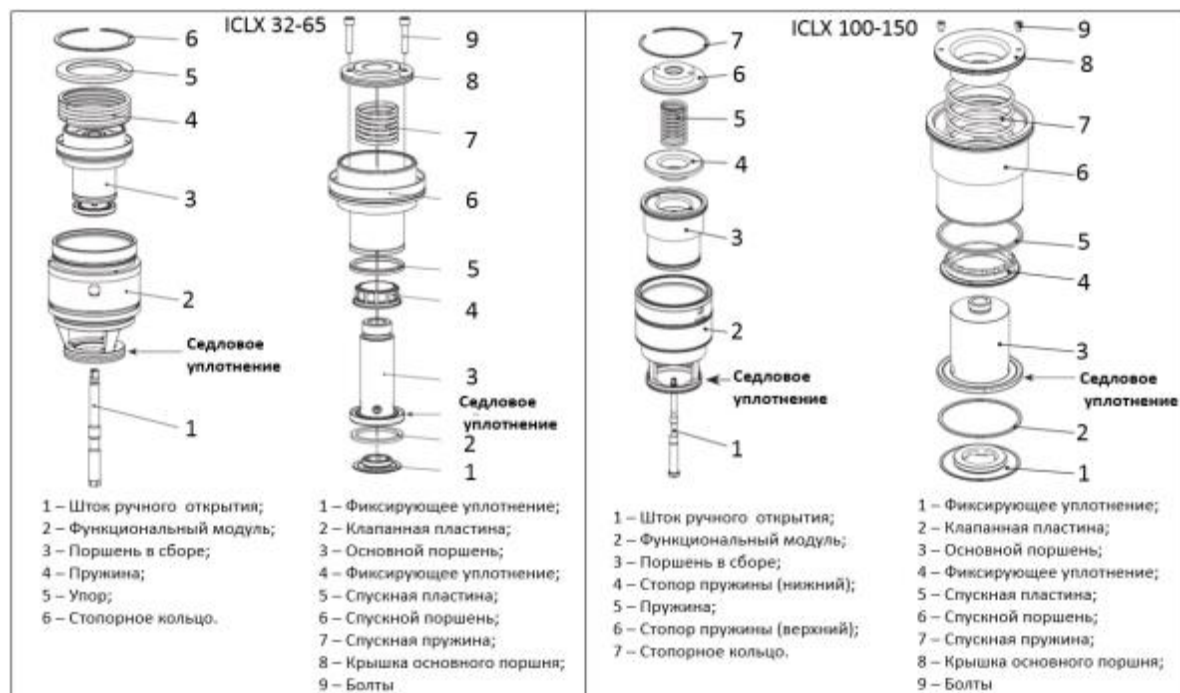
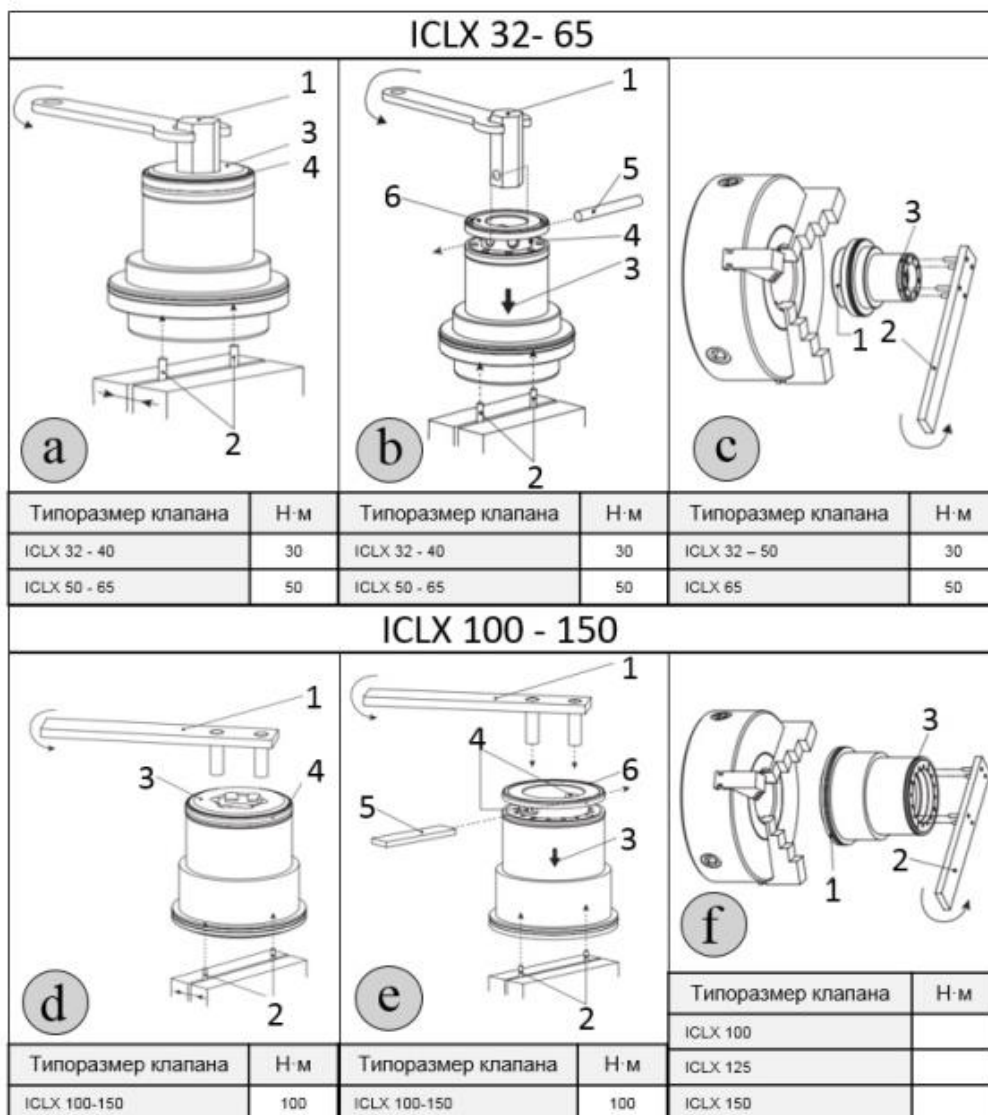
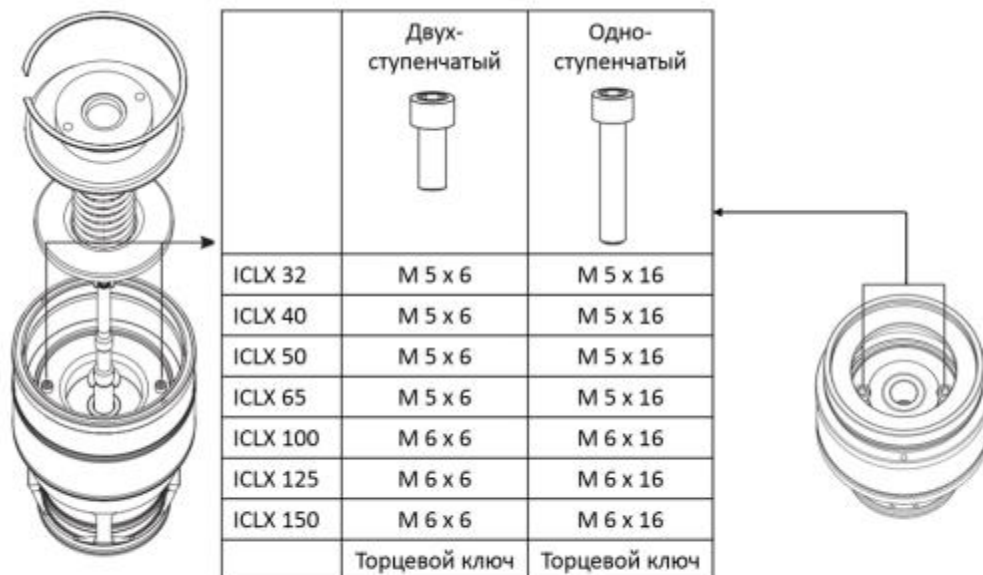

Рис. 4 Функциональный модуль клапана ICLX 32 - 150
Рис. 5 Функциональный модуль клапана ICLX 32 - 150
Рис. 6 Изменение режима открытия ICLX 32 – 150
- Функциональный модуль и поршень в сборе могут быть разобраны в соответствии с рисунком 4. Будьте осторожны при снятии стопорного кольца (рис. 4, поз. 6), т.к оно будет подвергаться воздействию усилия сжатой пружины (рис. 4, поз. 4).
Можно заменить две клапанные пластины из PTFE (рис. 4, поз. 2 и 5) согласно рисунку 5 и следующим указаниям:
Для клапанов типа ICLX 32 – 40 соответствующим инструментом служит пустотелый шестигранник, устанавливаемый на наружный (охватываемый) шестигранник (рис.5а)
Для обеспечения стопора при отвинчивании фиксирующего уплотнения рекомендуется установить два закрепленных в тисках стальных шплинта (рис. 5а и 5d, поз. 2), которые подходят для охватывающих шестигранных отверстий под болты с шестигранной головкой (рис. 4, поз. 9).
- Для клапанов ICLX 32 – 65. Заменить два болта (рис. 4, поз. 9), при этом функциональный модуль остается в корпусе клапана.
- Для клапанов ICLX 100 – 150. Снять стопорное кольцо, верхний стопор пружины, пружину и нижний стопор пружины (рис. 6). Заменить два болта (рис. 4, поз. 9), при этом функциональный модуль остается в корпусе клапана.
- Длина двух болтов соответствует желаемой характеристике клапана и должна задаваться в соответствии с таблицей (рис. 6).